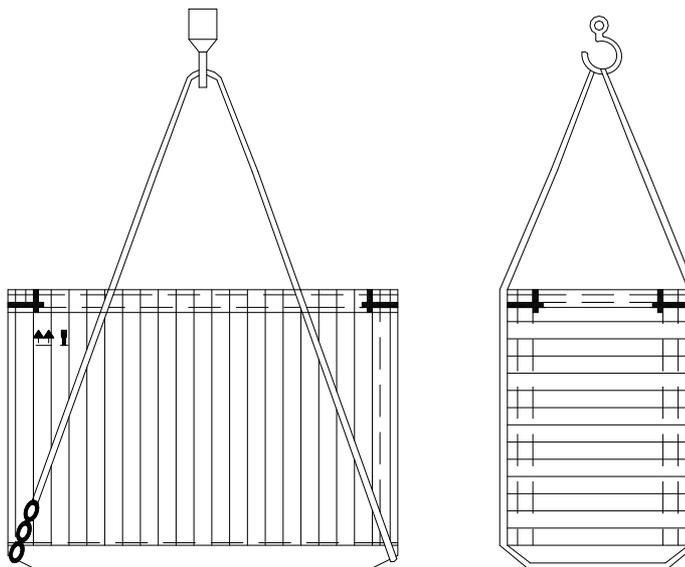

Рис.3.1
3.1. ТРАНСПОРТИРОВАНИЕ (РИС.3.1)
Станок транспортируется упакованный в специальном для этой цели сделанном ящике или - только поставленный на деревянной салазке. Станок закреплен болтами к основанию /салазки/ ящика. Часть принадлежностей монтируются на самом станке, а остальные /более мелкие/ упакованы в отдельном ящике, который закреплен к салазке. Места, там, где должны проходить веревки или цепи для подъема и передвижения станка, обозначены на упаковке (со стороны большой стенки станка), см. Рис.3.1.